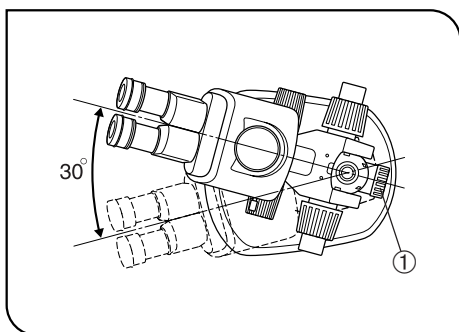

Fig. 1
2. Para evitar que el cuerpo del microscopio se vuelque, su ángulo de giro de izquierda a derecha deberá estar limitado a 30°, como se muestra en la Fig. 1. La inclinación de la superficie de la mesa de trabajo no deberá ser superior a 5°.
4. Para ajustar la altura del cuerpo del microscopio, asegúrese de sujetar el cuerpo del microscopio con una mano mientras afloja el mando de sujeción del conjunto de enfoque ①. (Fig. 1)